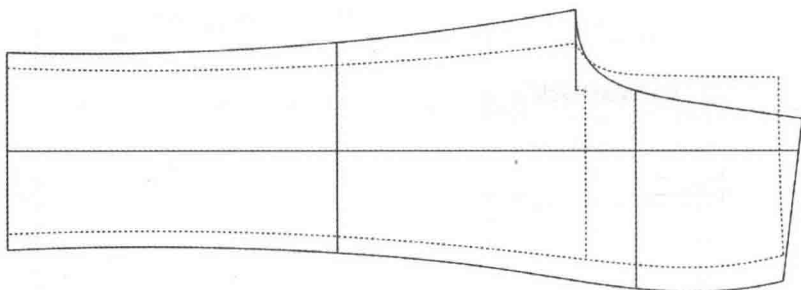

图 7-41 后片结构线
(35) 选择  【智能笔】工具中单向靠边功能。将膝围线靠边到侧缝线 (图 7-41)。